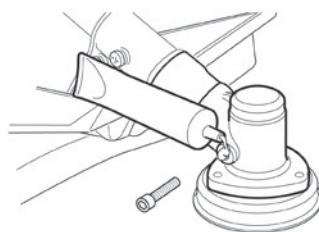

Fig. 67
- > Añada un lubricante adecuado (Fig. 67).